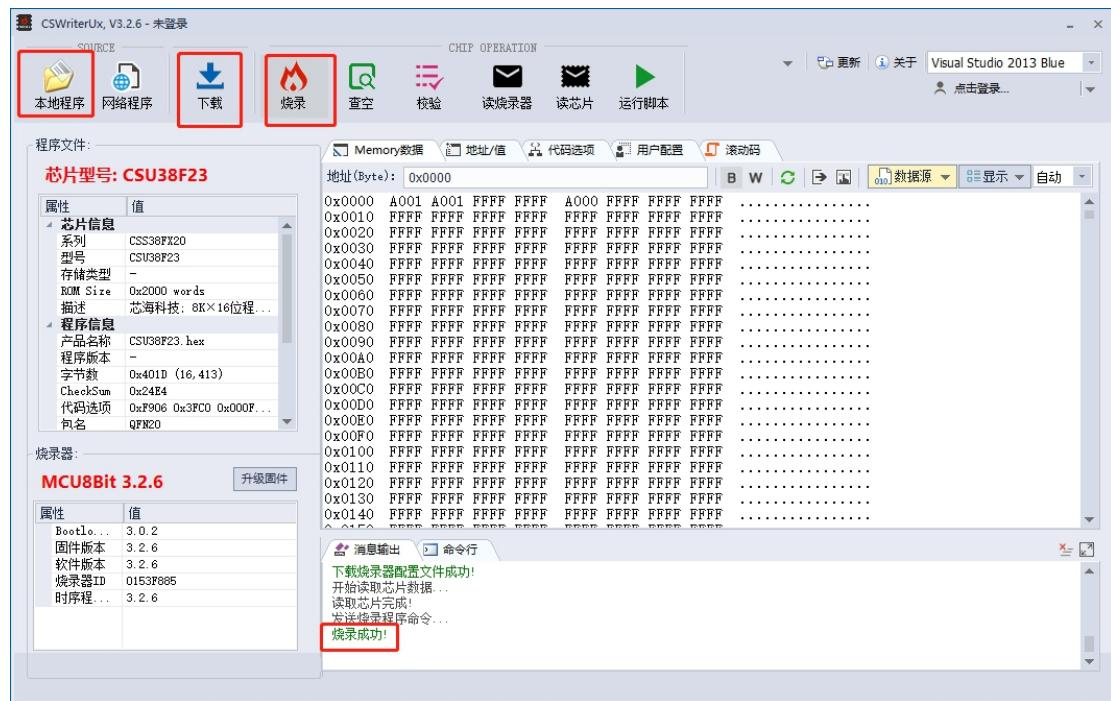
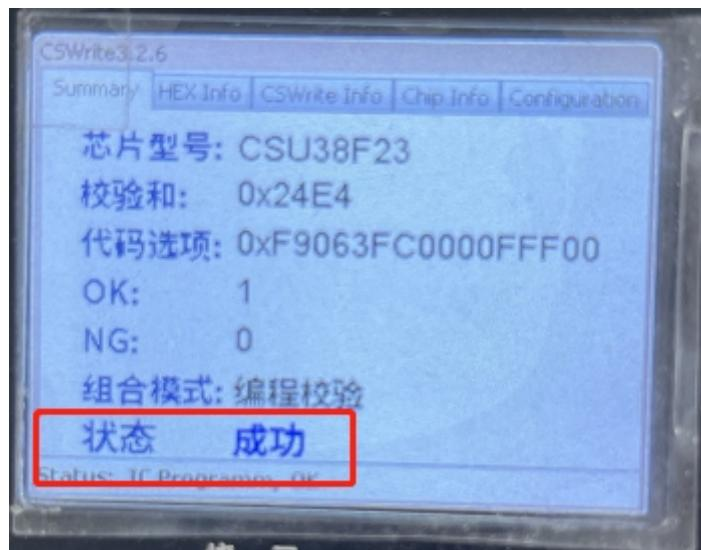
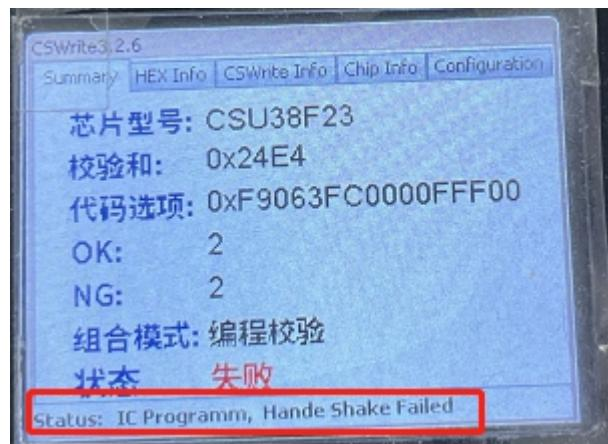

图 2 上位机烧录成功显示界面
图 3 黑壳烧录器 LCD 烧录成功显示界面
图 4 LCD 报“握手失败”
点击上位机“本地程序”按钮，加载相应芯片 hex 文件，再点击“下载”、“烧录”。上位机显示“烧录成功”，如图 2 所示。黑壳烧录器 LCD 状态显示“成功”，如图 3 所示。
(2) 按下黑壳烧录器烧录键能成功烧录，如图 3 所示。未放芯片的报握手或获取 ID 失败，如图 4 所示。放芯片后报烧录成功，如图 3 所示。